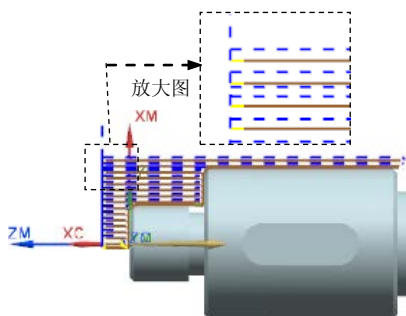

图 9.36 刀路轨迹
Step1. 单击“外侧粗车”对话框中的“生成”按钮 , 生成刀路轨迹如图 9.36 所示。